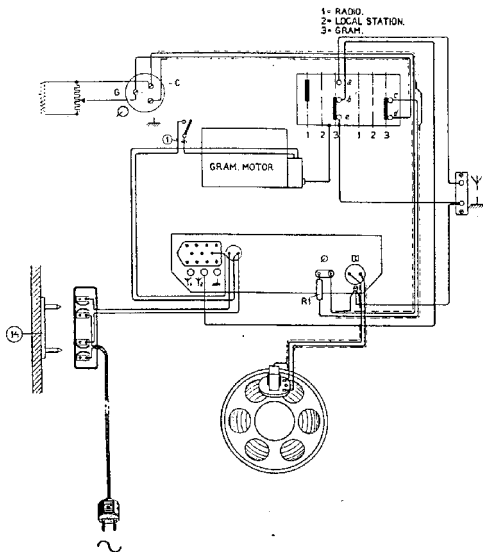

Fig. 1.
Zoals het prinsipeschema (fig. 1) aangeeft, komt het net via den dubbelpoligen veiligheidsschakelaar binnen en voert naar het net-aansluitplaatje van den ontvanger. Eén der voedingsdraden der gramfoonmotor wordt van het omschakelplaatje afgetakt, zoodat hierdoor de ontvanger en de
De veiligheidsschakelaar (fig. 1 en 9 pos. 13 en 14) zorgt ervoor dat na het verwijderen der achterwand geen enkel deel onder spanning staat.